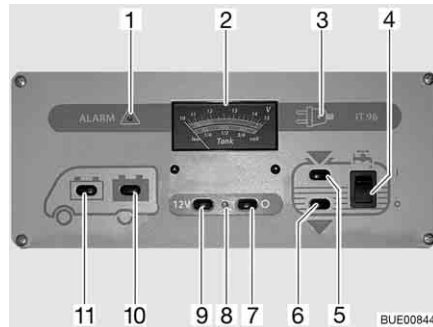

Fig. 98 Panneau de contrôle IT 96-2
L'interrupteur principal 12 V (Fig. 98,7 et 9) établit ou coupe le panneau de contrôle et l'alimentation 12 V de la cellule.
- Appuyer sur le commutateur (Fig. 98,9) "12 V" : L'alimentation 12 V de la cellule est assurée. Le voyant de contrôle (Fig. 98,8) s'allume en vert.
- Appuyer sur le commutateur (Fig. 98,7) "O" : L'alimentation 12 V de la cellule est coupée. Le voyant de contrôle (Fig. 98,8) s'éteint.
Observer sur l'indicateur de charge/de niveau de réservoir (Fig. 98,2), la graduation supérieure. L'indicateur s'éclaire automatiquement dès qu'un commutateur est actionné.
- Appuyer sur le commutateur (Fig. 98,11)  : La tension de la batterie de démarrage est affichée.
- Appuyer sur le commutateur (Fig. 98,10)  : La tension de la batterie de cellule est affichée.
Observer sur l'indicateur de charge/de niveau de réservoir (Fig. 98,2) la graduation inférieure. L'indicateur s'éclaire automatiquement dès qu'un commutateur est actionné.
■ Appuyer sur le commutateur (Fig. 98,5) "": Le niveau du réservoir d'eau est affiché.
■ Appuyer sur le commutateur (Fig. 98,6) "": Le niveau du réservoir d'eaux usées est affiché.
■ Commutateur à bascule (Fig. 98,4) vers le haut "I" : L'alimentation en eau est activée.
■ Commutateur à bascule (Fig. 98,4) vers le bas "O" : L'alimentation en eau est désactivée.
Le voyant d'alerte rouge "ALARM" (alarme) (Fig. 98,1) clignote dès que la charge de la batterie de cellule descend en dessous de 11 V (mesurée en marche) et qu'il y a risque de décharge profonde des batteries.
Le voyant de contrôle 12 V (Fig. 98,8) s'allume dès que l'interrupteur principal 12 V (Fig. 98,9) est enclenché.
Le voyant de contrôle jaune 230 V (Fig. 98,3) s'allume si l'arrivée du bloc électrique est sous tension de réseau.